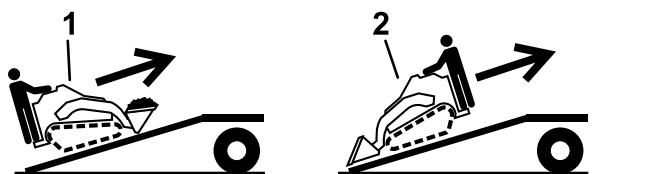

Figura 28
5. Caricate la macchina sul rimorchio con l'estremità più pesante sulla rampa, trasportando i carichi verso il basso (Figura 28).
1. Abbassate la rampa Figura 28